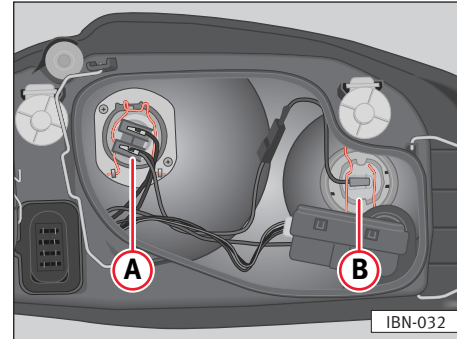

Abb.150
- Den Stecker vom Lampenkabel abziehen ⇒ Abb.150 (A).
- Kunststoffabdeckung aufsetzen und die Halter (2) anbringen.